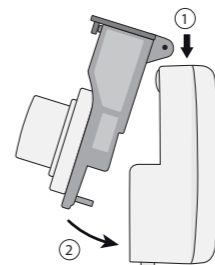

Рис. 3
1. Вставьте ингаляционную камеру в пазы в верхней части основного блока и прижмите нижнюю часть ингаляционной камеры к основному блоку до щелчка (рис.3).